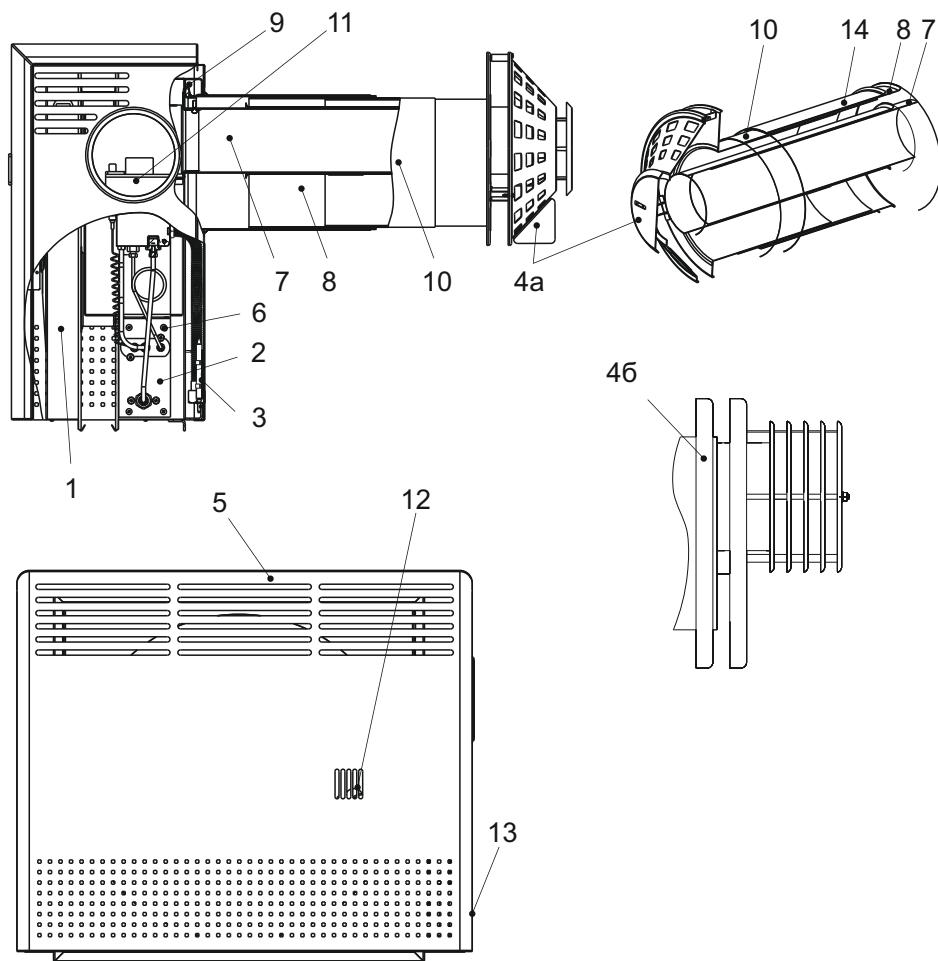

Рис. 1. Устройство конвектора
5.1. Конвектор (рис.1) состоит из таких основных частей: корпуса с герметичной камерой сгорания, дымовоздушного блока, газогорелочного устройства, облицовки. Для обеспечения герметичности камеры сгорания конвектора между корпусом и дымовоздушным блоком, газогорелочным устройством установлены прокладки из базальтового картона.
6.3. Установка конвектора должна выполняться в соответствии с требованиями норм и стандартов, действующих в стране Покупателя, а также в соответствии с таблицей 3, в такой последовательности: (см. рис. 1,2)